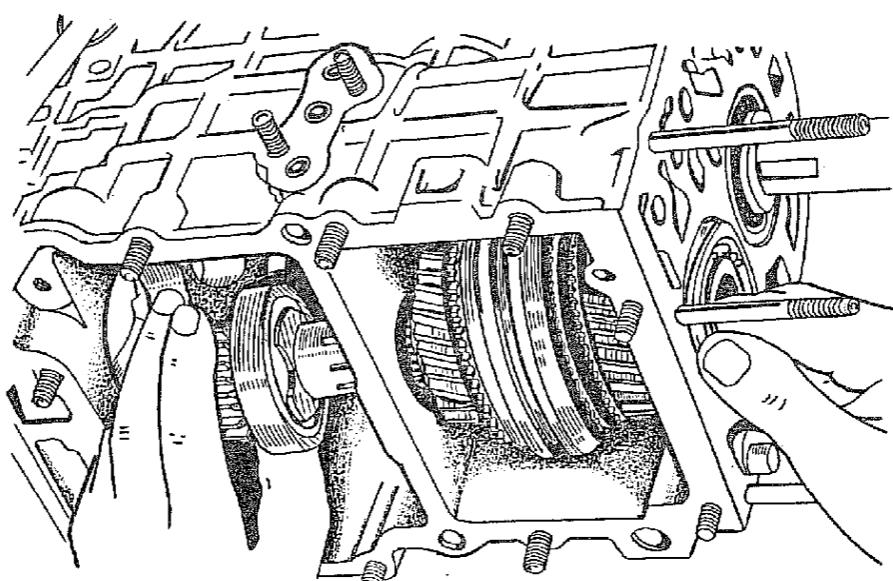

Рис. 152. Установка промежуточного вала
3.17. Установить детали комплекта III в картер. Установить промежуточный вал в отверстие картера под передний подшипник и, смешав вал внутрь картера, установить на вал детали комплекта III (рис. 152).